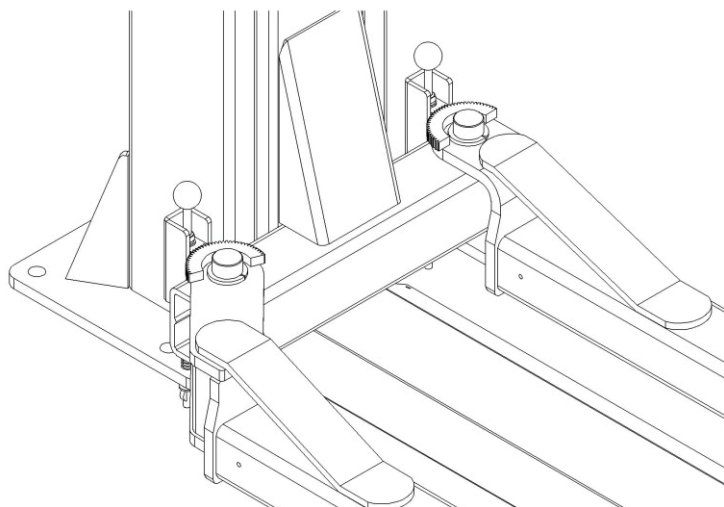

Fig 11
Passo 10: Instale os braços de elevação. (Fig 11)